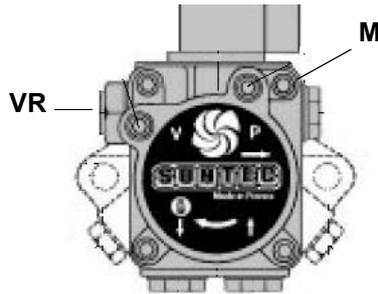
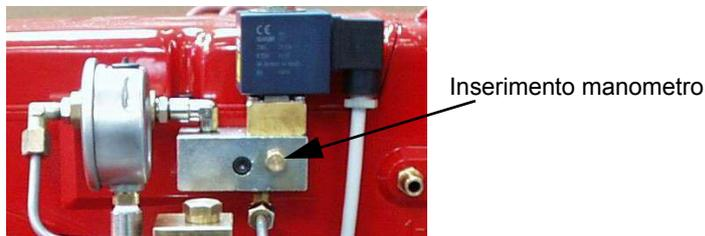

Fig. 25
Fig. 26
- 2 sfiatare l'aria dall'attacco (**M**) manometro della pompa (Fig. 25), allentando leggermente il tappo, senza toglierlo; quindi rilasciare il contattore.
- 4 La pressione di alimentazione ugello è già pre-tarata in fabbrica e non deve essere cambiata. Solo se necessario, regolare la pressione di alimentazione (vedi relativo paragrafo) nel modo seguente: inserire un manometro nella posizione indicata in Fig. 26 agire sulla vite di regolazione **VR** della pompa (vedi Fig. 25) fino ad ottenere una pressione all'ugello pari a 20 bar (vedere grafici a pag. 29);